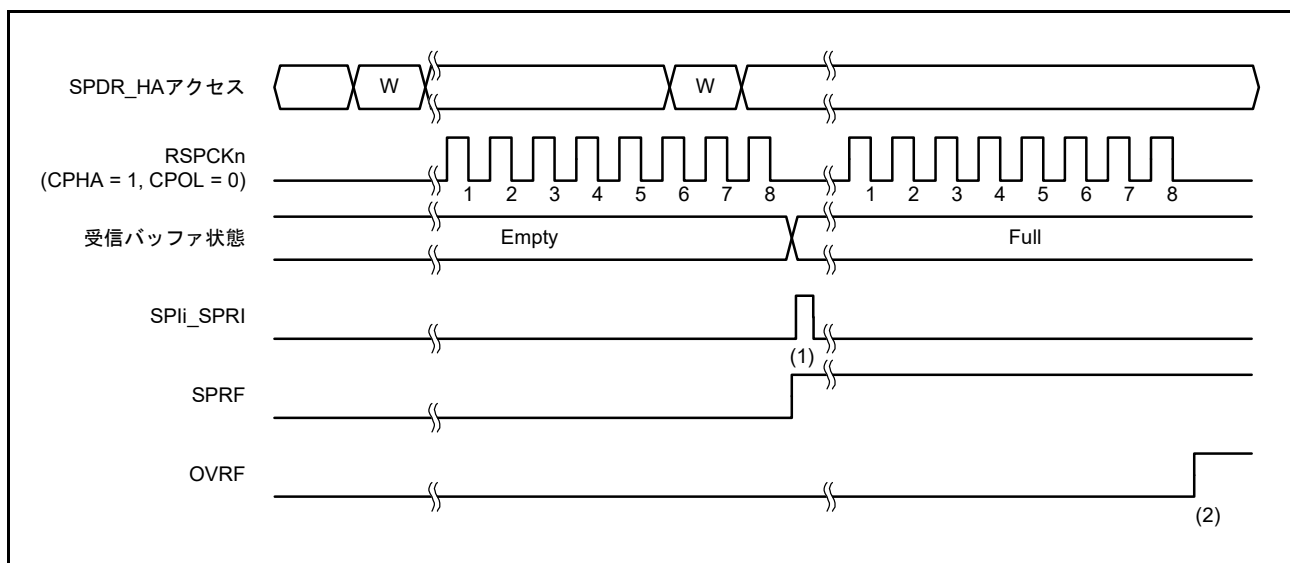
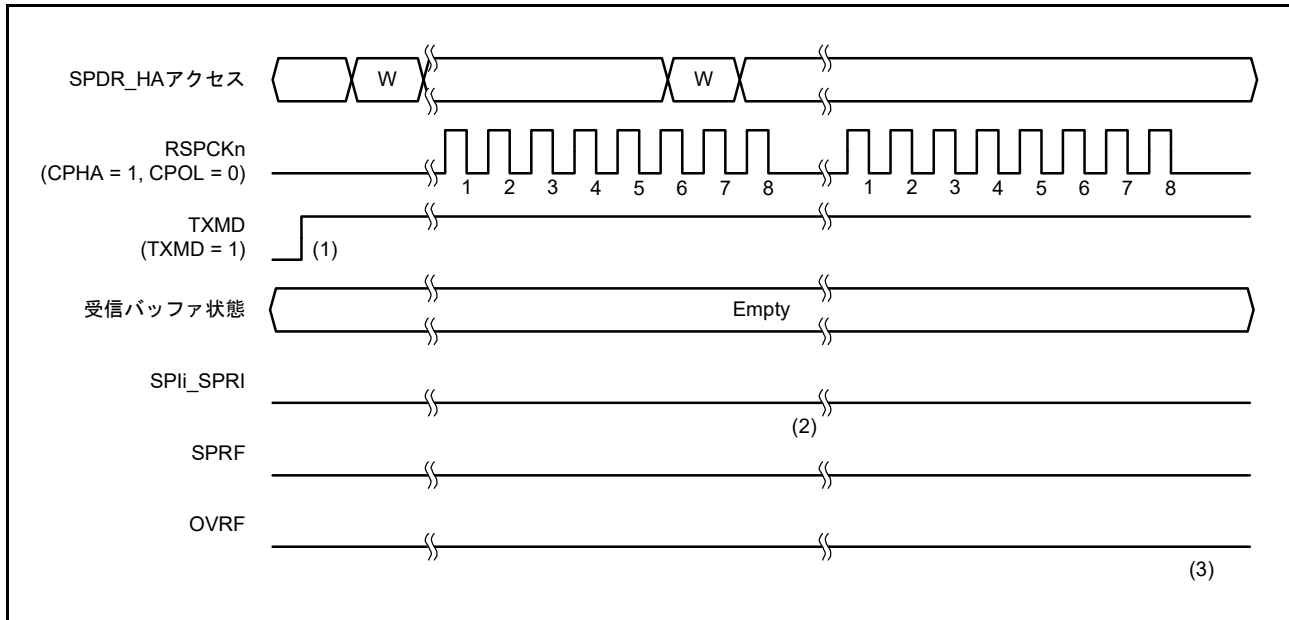

図 36.24 SPCR.TXMD = 0 の動作例
図 36.25 SPCR.TXMD = 1 の動作例
通信動作モード選択ビット (SPCR.TXMD) の設定により、全二重同期式シリアル通信または送信のみの動作を選択できます。図 36.24、図 36.25 に記載の SPDR/SPDR_HA アクセスは、SPDR/SPDR_HA レジスタへのアクセス状況を示しています。W はライトサイクルを示しています。
図 36.24 に、通信動作モード選択ビット (SPCR.TXMD) を 0 にした場合の動作例を示します。この例では、SPDCR.SPFC[1:0] ビットが 00b、SPCMDm.CPHA ビットが 1、SPCMDm.CPOL ビットが 0 の設定で、SPI が 8 ビットのシリアル転送を実行しています。RSPCKn 波形の下に記載した数字は、RSPCK サイクル数 (= 転送ビット数) を示しています。
以下に、図 36.24 の (1)、(2) に示したタイミングでのフラグ動作を説明します。
図 36.25 に、通信動作モード選択ビット (SPCR.TXMD) を 1 にした場合の動作例を示します。この例では、SPDCR.SPFC[1:0] ビットが 00b、SPCMDm.CPHA ビットが 1、SPCMDm.CPOL ビットが 0 の設定で、SPI が 8 ビットのシリアル転送を実行しています。RSPCKn 波形の下に記載した数字は、RSPCK サイクル数 (= 転送ビット数) を示しています。
以下に、図 36.25 の (1) ~ (3) に示したタイミングでのフラグ動作を説明します。